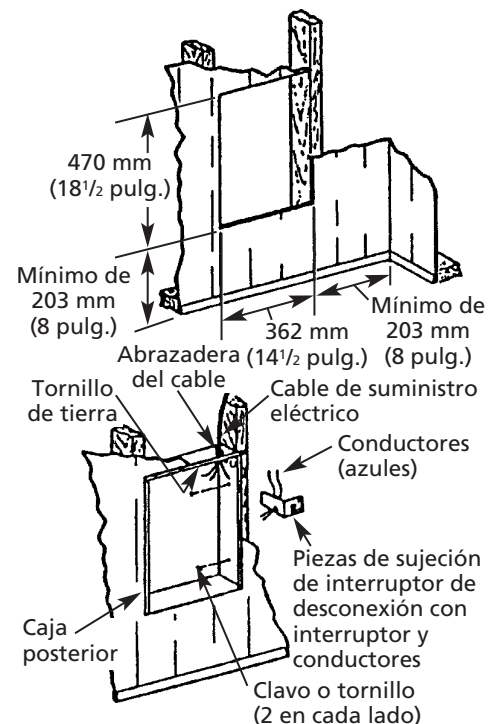

Figura 3 – Ubicación de la Caja Posterior en una Construcción Existente
1. Proporcione una abertura en la pared de 362 mm (14 1/2 pulg.) de ancho por 470 mm (18 1/2 pulg.) de alto a la altura de montaje deseada, pero a no menos de 203 mm (8 pulg.) del piso (consulte la Figura 3).